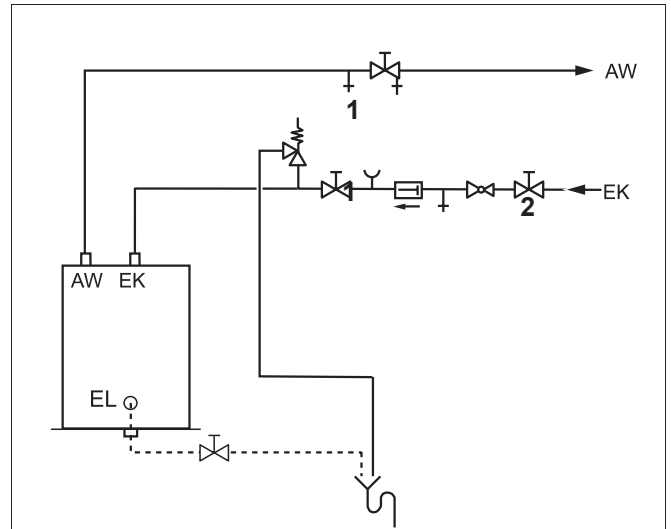

Рис. 13 Монтаж по DIN 1988 (принципиальная схема)
- ▶ Для удаления воздуха из бака откройте вентиль продувки и выпуска воздуха (рис. 13, [1]) или наиболее высоко расположенный водоразборный кран.
- ▶ Для заполнения бака откройте запорный вентиль на входе холодной воды ЕК (рис. 13, [2]).
- ▶ Перед нагревом проверьте заполнение водой отопительного котла, бака-водонагревателя и трубопроводов. Для этого откройте вентиль для продувки и выпуска воздуха (рис. 13, [1]).
ВНИМАНИЕ!	<p>ВОЗМОЖНО ПОВРЕЖДЕНИЕ БАКА</p> <p>При перекрытом предохранительном клапане бак-водонагреватель может быть повреждён из-за превышения допустимого давления.</p> <ul style="list-style-type: none"> <li>▶ Держите постоянно открытым дренажный трубопровод предохранительного клапана (рис. 13, стр. 15).</li> </ul>
- дренажная линия предохранительного клапана (рис. 13, стр. 15) должна быть постоянно открыта